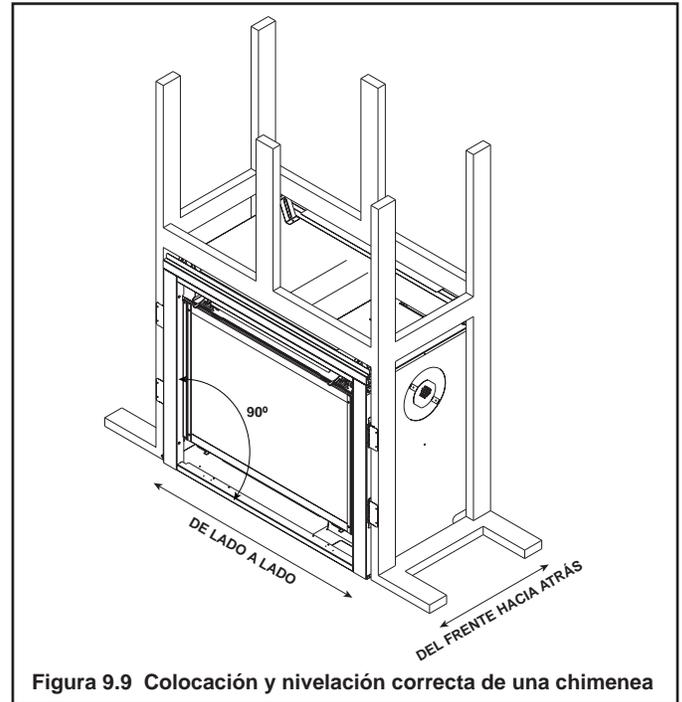

Figura 9.9 Colocación y nivelación correcta de una chimenea
La Figura 9.9 muestra cómo colocar, nivelar y asegurar la chimenea correctamente. La chimenea cuenta con unas lengüetas de sujeción para asegurarla al armazón.
7. Utilice una escuadra para cuadrar los lados de la chimenea con la parte inferior de la misma como se muestra en la Figura 9.9.